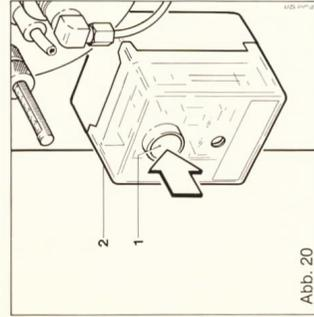

Abb. 20
Bildet sich auf Grund einer Störung keine Flamme (z.B. Ölarmut) oder andere Ursachen, schaltet der Feuerungsautomat (2) nach ca. 10 Sek. ab. (Siehe Abb. 20). Nach einer Wartezeit von ca. 45-60 Sek. kann an der Entleerungstaste (1) des Feuerungsautomaten (2) entriegelt werden.